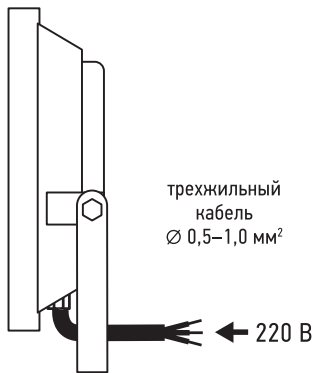

рис. 2
- Подключите сетевой кабель (в комплект не входит) к кабелю светильника (рис. 2).